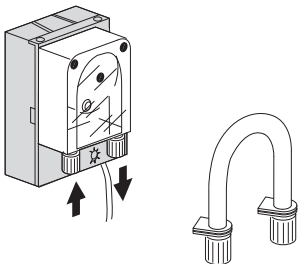

рис. 2
**Принцип работы:** Дозатор моющего средства — это перистальтический насос. (см. рис. 2).